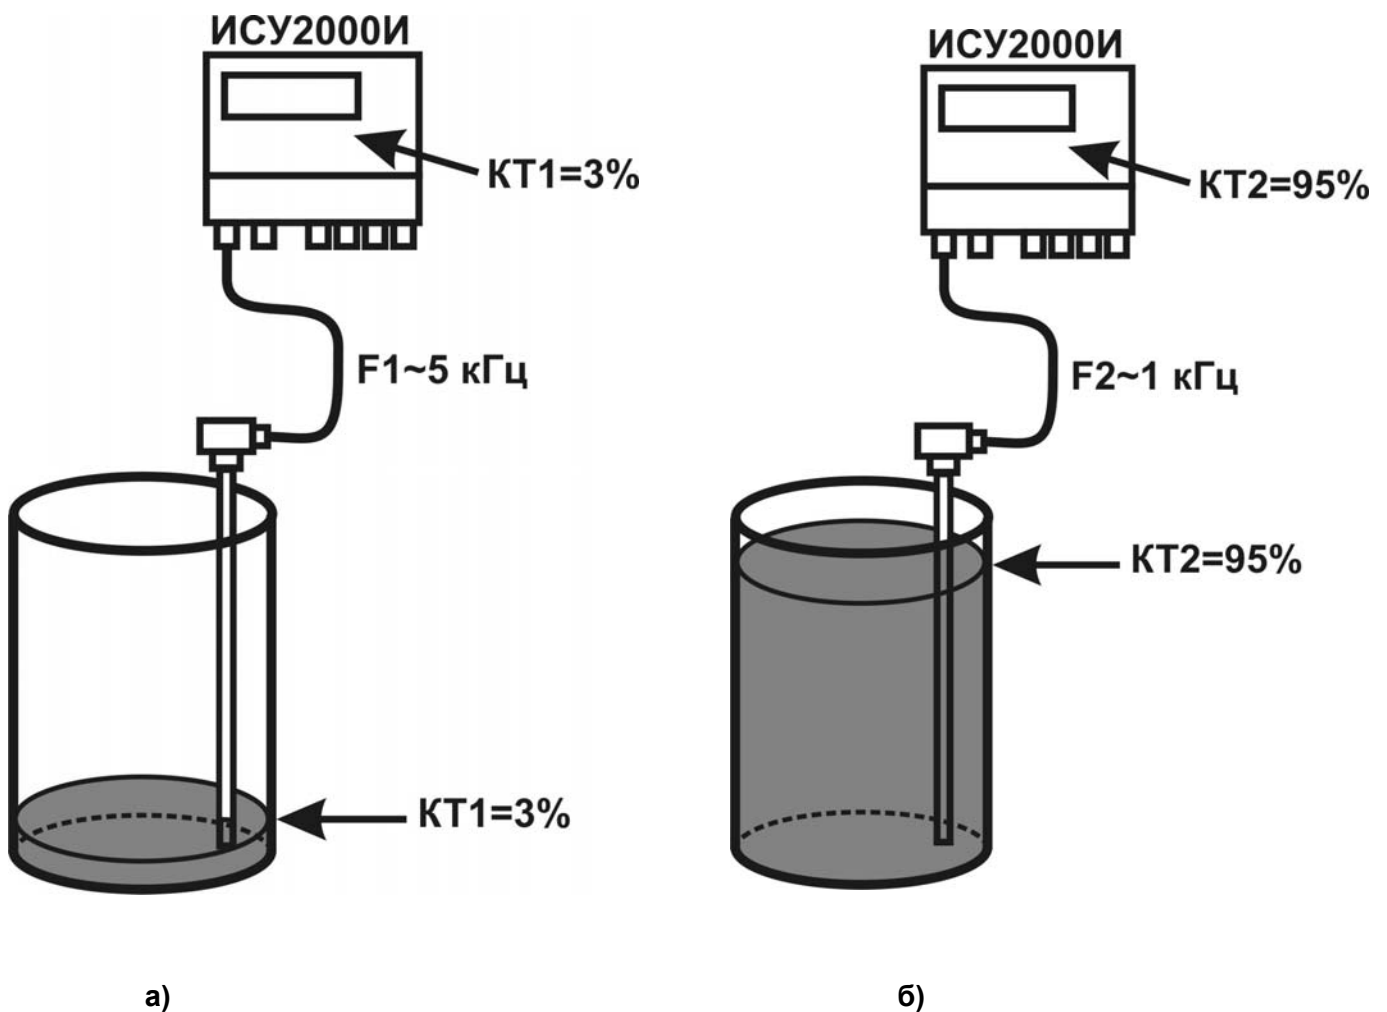

Рисунок 21 – Порядок ввода точек КТ1 и КТ2 при калибровке прибора.
- опорожнить резервуар до уровня от 0 до 10%, при этом чувствительный элемент датчика обязательно должен быть погружен в контролируемую среду (рисунок 21 а));
- заполнить резервуар до уровня от 90 до 100%, например до 95% (рисунок 21 б)).